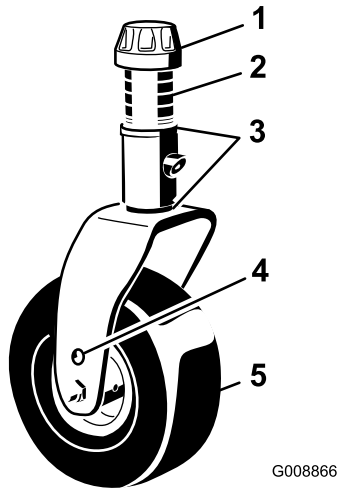

Figura 20
2. Coloque los ejes de las ruedas giratorias en los mismos taladros en ambas horquillas (Figura 20). Utilice los taladros de montaje inferiores de la horquilla para ajustar la tobera a la altura máxima.
3. Retire el casquillo tensor del eje (Figura 20) y deslice el eje fuera del brazo de la rueda giratoria. Coloque los 2 suplementos (1/8 pulgada) en el eje de la misma forma que en la instalación original. Estos suplementos son necesarios para obtener el mismo nivel en toda la anchura del soplador. Coloque el número adecuado de espaciadores de 13 mm (consulte la tabla siguiente) en el eje para conseguir la altura deseada, luego coloque la arandela en el eje.